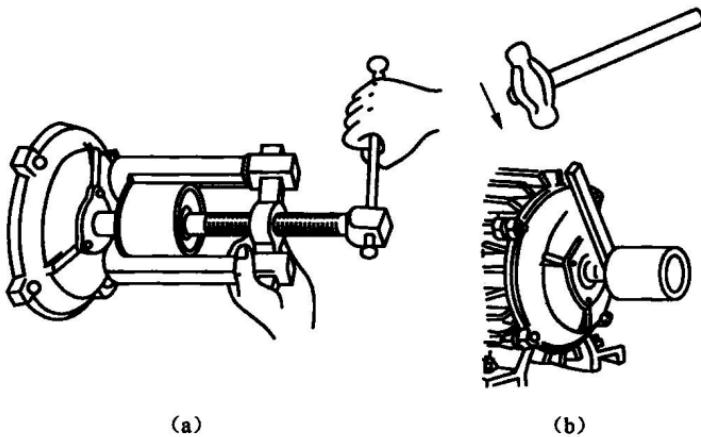

图 1-1 用拉轴器拆卸皮带轮或联轴器
① 先将皮带轮或联轴器上的固定螺钉拧松或敲下销子，并在皮带轮或联轴器的内孔与转轴的接触缝内加入煤油，予以渗透润滑。之后用专用抓手拉轴器（又称拉模）慢慢地把皮带轮或联轴器拉出来，如图 1-1 中（a）所示。使用拉轴器时要顶正，螺杆中心应对准转轴的中心线，并注意皮带轮或联轴器的受力情况，不要将轮绝缘拉破或损坏拉轴器。